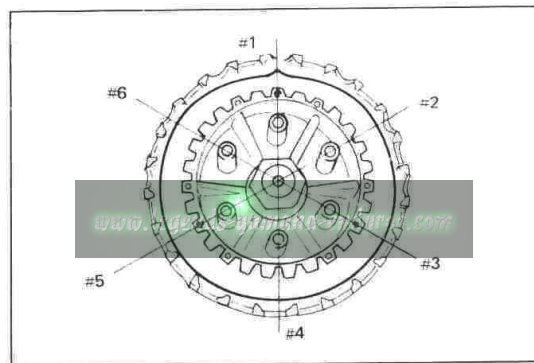

Fig. 3-5-13
3. In order to reduce noise caused by the clutch plates and clutch boss, each clutch plate is cut away at part of the edge #1. This permits the clutch plate to move outward due to centrifugal force. Align one of the plate cutaways so that it is centered as shown in #2 with the arrow on the hub. Install a friction plate. Next install a clutch plate with cutaway off-set approximately 60° from previous plate. Continue this procedure in a clockwise direction until all clutch plates are installed. (Fig. 3-5-13)
3. Dans le but de réduire le bruit causé par les disques d'embrayage et le tambour porte-disques, chaque disque d'embrayage est entaillé au bord #1. Cela permet au disque d'embrayage de se déplacer vers l'extérieur sous l'action de la force centrifuge. Alignez l'une des entailles du disque de telle façon qu'elle soit centrée comme indiqué en #2 avec la flèche sur le moyeu. Posez un disque de friction. Posez ensuite un disque d'embrayage avec entaille placée approximativement à 60° du disque précédent. Continuez ce procédé dans le sens des aiguilles d'une montre jusqu'à ce que tous les disques d'embrayage soient posés. (Fig. 3-5-13)